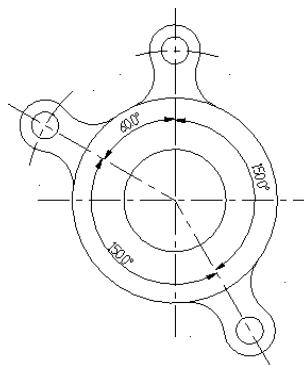

图 5-35 角度标注
③ 按同样的方法标注其他几个角度尺寸，结果如图 5-35 所示。